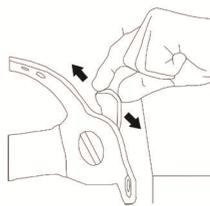

рис. 2
3.2 На боковой стороне маски находятся фиксированные отверстия. Настройте угол поля зрения путем регулировки положения фиксатора в отверстиях (рис. 2).